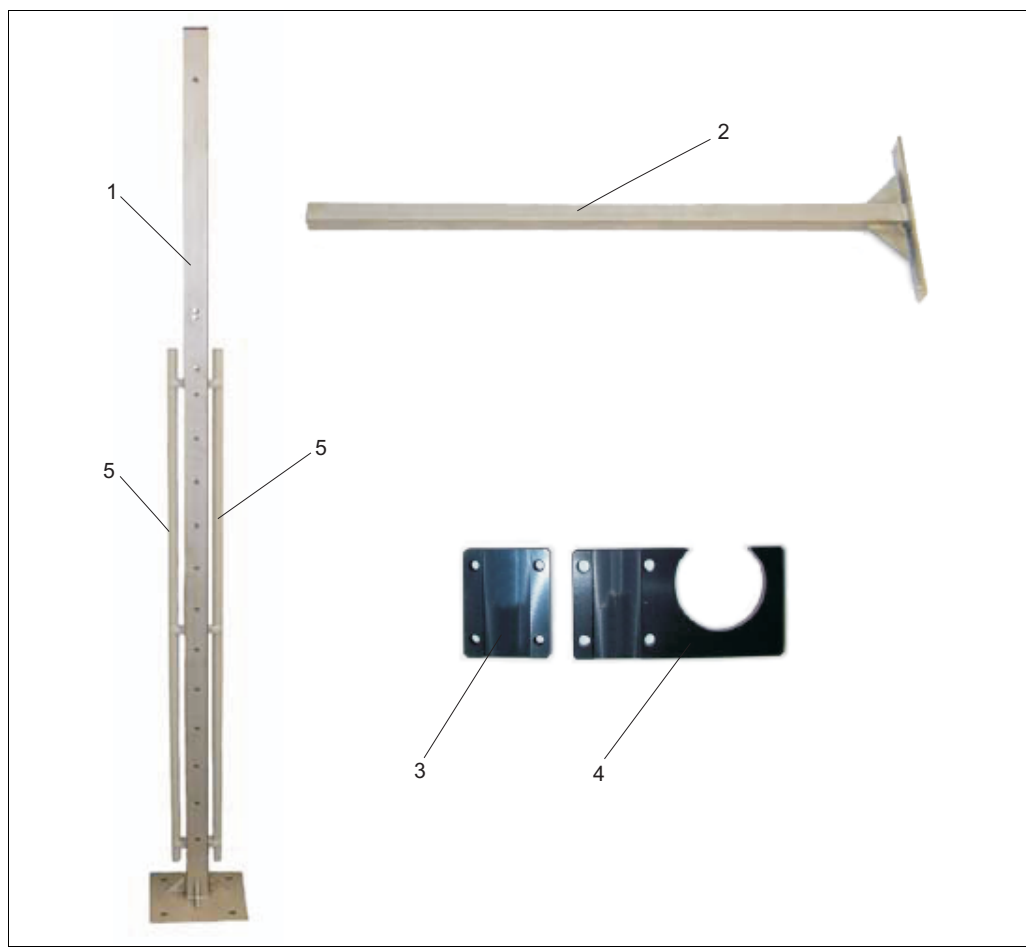

Fig. 5 : Colonne de montage avec accessoires
1. Montez les deux conduits de câble (pos. 5, Fig. 5) à la colonne de montage.
2. Vissez les deux bras de support (pos. 2, Fig. 5) à la colonne de montage.
3. Montez un support de capteur avec contre-support (pos. 3 + 4, Fig. 5) à chacun des deux bras de support.